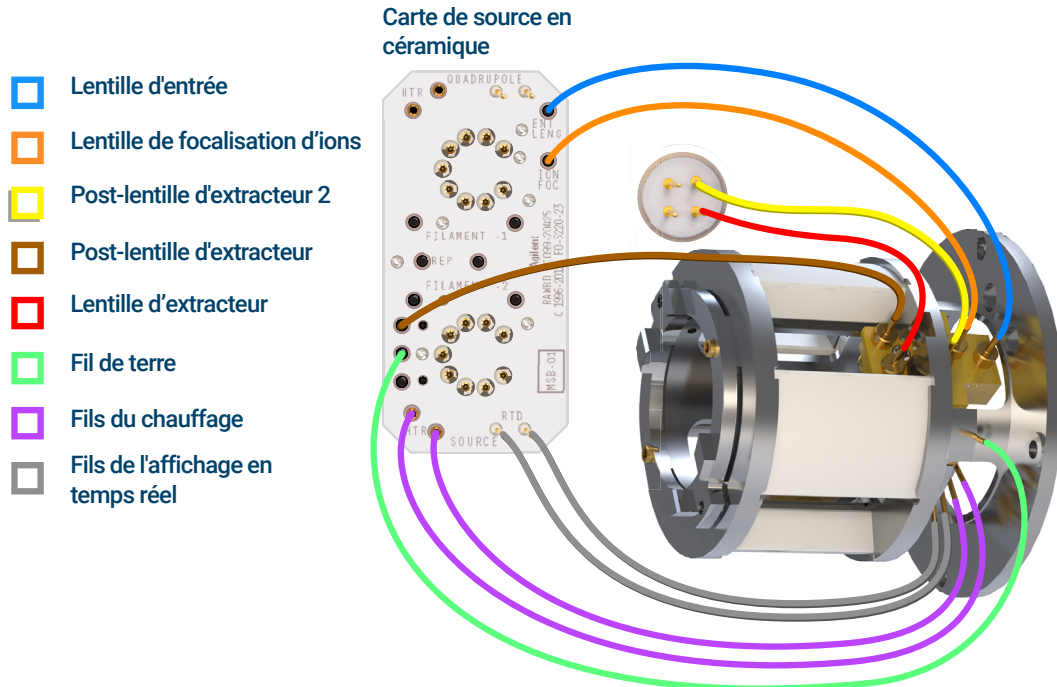

Figure 71. Fils du radiateur de la source HES
- 1 Utiliser des brucelles ou des pinces à bec fin pour brancher ou débrancher le fil vert de terre et les cinq fils de lentille du radiateur. Ne pas plier les fils plus que nécessaire. (Voir **Figure 71**.)